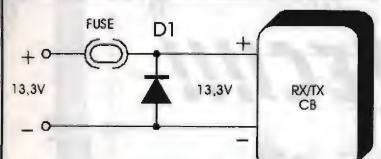

figura 4 - Protezione tipo b) D1: 1N5404 fuse - fusibile 3A.
b) controllo inversione di polarità con diodo in parallelo (figura 4): un diodo, meglio se da 3A, viene messo in parallelo alla linea di alimentazione, polarizzato inversamente.